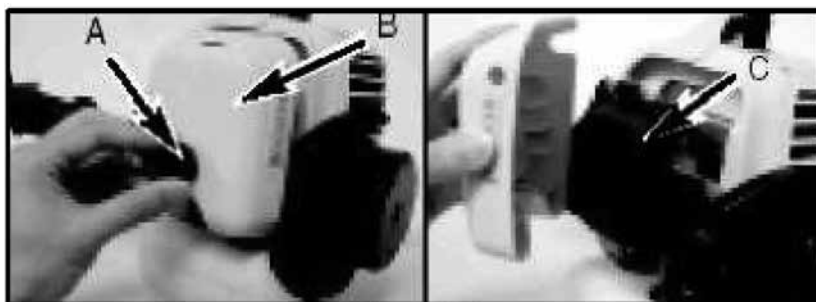

Рис. 11
1. Надавите на защелку (А), фиксирующую крышку фильтра (В) и извлеките фильтр (С) из корпуса (Рис. 11).